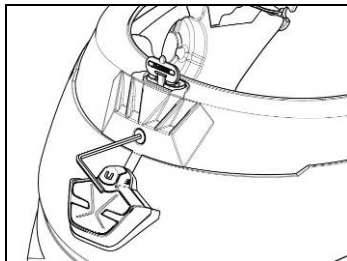

Abb. 7
- Bringen Sie die Dichtung des Helmrands wieder an, indem Sie sie mit der dafür vorgesehenen Schraube festmachen (Abb. 7).